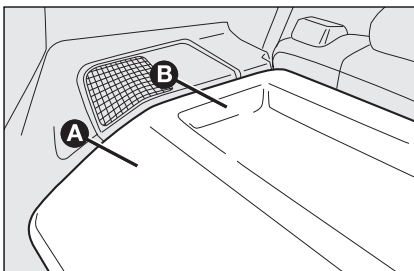
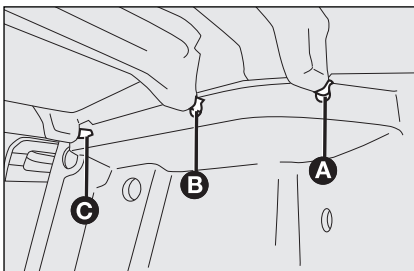
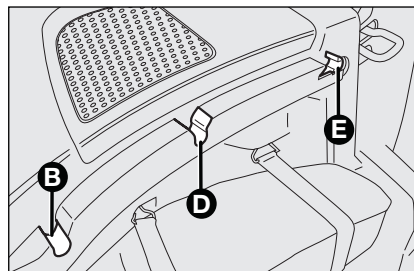

fig. 81
fig. 82
fig. 83
De hoedenplank **fig. 81** bestaat uit twee delen. Ga voor volledige verwijdering als volgt te werk:
- ☐ open de achterdeuren, haak de pen **A-fig. 82** los uit de zitting **B-fig. 83** door het voorste deel **A-fig. 81** omhoog te plaatsen;
- ☐ haak de pennen **B** en **C-fig. 82** los uit de zittingen **D** en **E-fig. 83** door het achterste deel **B-fig. 81** omhoog te plaatsen;